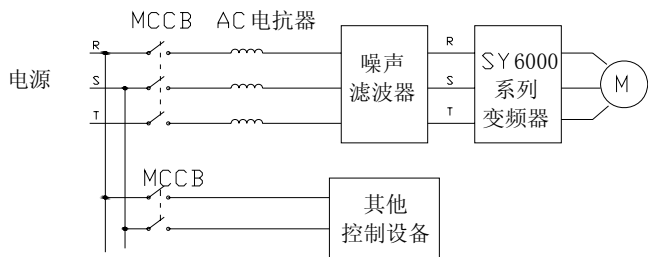

图 3-3 主回路电源侧连接图
使用变频器时，有可能通过电源线干扰周围其它电子设备，使用此滤波器可以减小对周围设备的干扰。具体接线方式如图 3-3 所示：
4. 多个变频器接地时，建议尽量不要使用公共地线，避免接地线形成回路。正确接地方法与错误接地方法如图 3-3 所示。